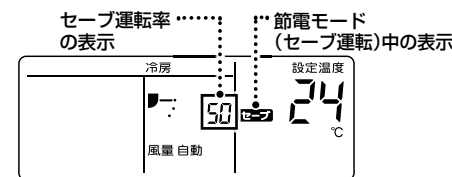

図3：節電モード（セーブ運転）中の画面
- セーブ運転率の設定後は、節電モード（セーブ運転）中画面が表示されます。（図3）